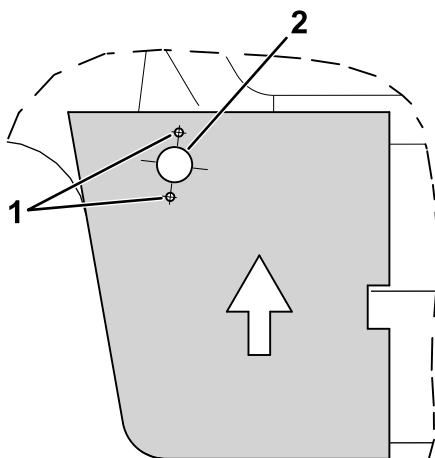

Figura 2
3. Faça três furos no capot como se mostra na Figura 2.